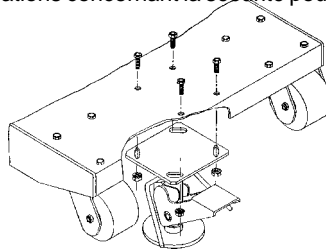

Figure 2
Speed Adjustment. READ THIS PROCEDURE COMPLETELY PRIOR TO ATTEMPTING ADJUSTMENT! In some instances, the lowering speed of the platform (or forks) may require adjustment. This can be done as follows, using the adjustment screw that is part of the Pumping Release Valve Assembly (Key C3). See Figure 2 for a detail of this part.
(2) **Modèles hydrauliques de gerbeurs :** Le dispositif de blocage au sol est livré non monté pour éviter qu'il ne soit endommagé en cours de transport. Il doit être mis en place sous la base avant la mise en service. Voir Figure 2.
Si cette opération ne résout pas le problème, desserrez l'écrou d'assemblage (voir Figure 2) et actionnez la pédale une ou deux fois. Cela provoque la circulation de l'huile, ce qui élimine toute possible poche d'air. Resserrez l'écrou d'assemblage avant de vous servir du matériel.